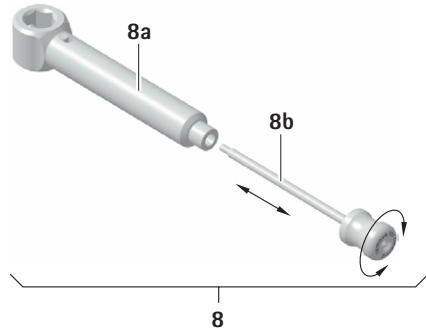

Fig. 2
- Visser la barre de nettoyage 8b dans le stabilisateur 8a, voir Fig. 2.